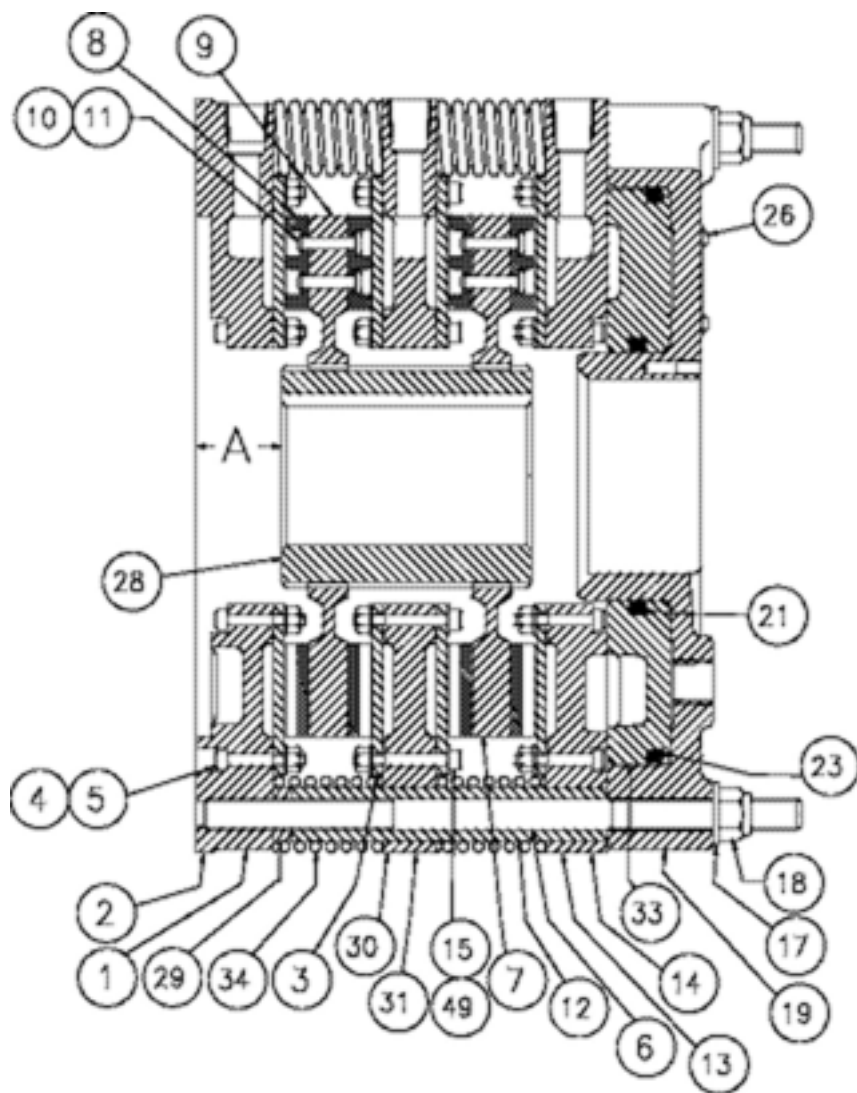

Рис. 1.
- 1.2.1 См. **рис. 1:** передача (28) смонтирована на останавливаемом валу, а натяжной узел крепится к корпусу машины или к реактивному кронштейну.
В таблице 3 приведены монтажные размеры между установочной поверхностью натяжного устройства и концом передачи (размер «А» на рис. 1). Шестерни размещают так, чтобы после установки натяжного устройства исключить нависание шлицев дисков над концом передачи, как в новом, так и в уже изношенном состоянии компонентов. Передача обычно расточена и заклинена под конечную неподвижную посадку класса FN2S в случае трансмиссии, измеряемой в дюймах, и системы ISO System S7h6 в случае трансмиссии, измеряемой в метрической системе. Конкретную информацию можно получить в инженерно-техническом отделе «Airflex Application Engineering».
- 2.2.4 Передачу подвергают равномерному нагреву до температуры 250°F (121°C), чтобы расширить отверстие и упростить процесс сборки. Передачу надевают на вал, следя за тем, чтобы выдержать размер между передачей и монтажной поверхностью натяжного устройства («А»). См. рис. 1 и таблицу 3. Передачу оставляют, чтобы остыла.